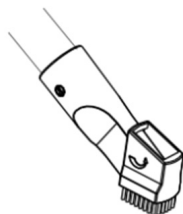

Fig. 9 – Conexión de la boquilla esquinas/cepillo a la manguera
- Para limpiar tapicerías o tejidos, el usuario puede utilizar la boquilla esquinas/cepillo del lado del cepillo (Fig. 9).
- Coloque la boquilla esquinas/cepillo en la manguera (Fig. 9).